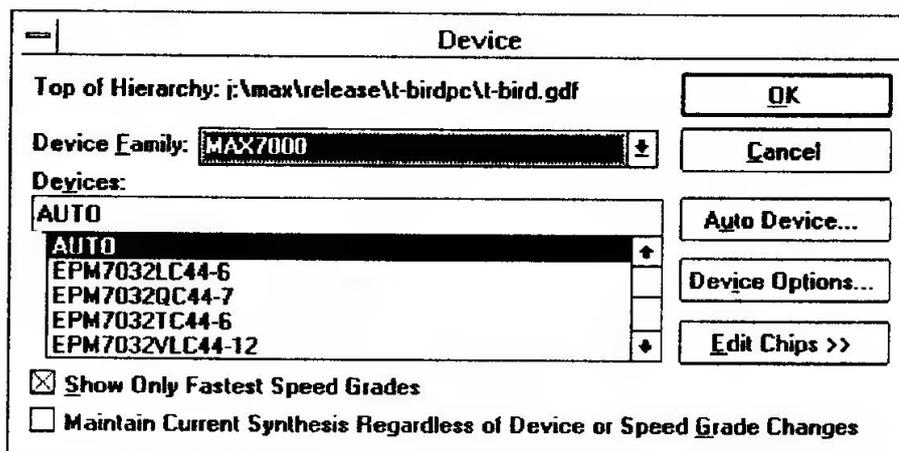

Рис. 2.31
1. Выберите **Device** (микросхема) из меню **Assign** (назначения). Откроется диалоговое окно **Device** (микросхема) (рис. 2.31):